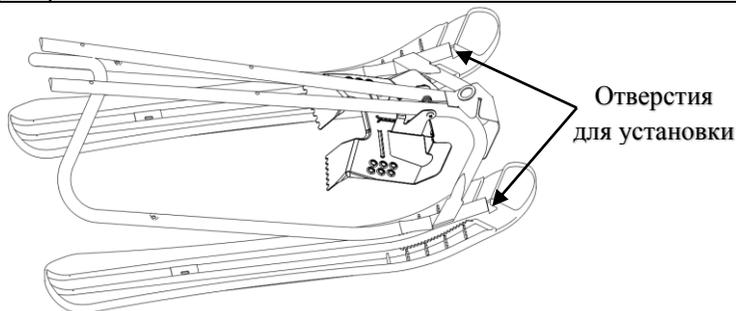

Рис. 1
5.1.1. В указанные отверстия СНК.04.001. Лыж вставить СНК.02.020. Раму, см.рис.1.
Примечание! Необходимо совместить отверстия на полозе рамы и лыжи, см.рис.1а
Рис.1а